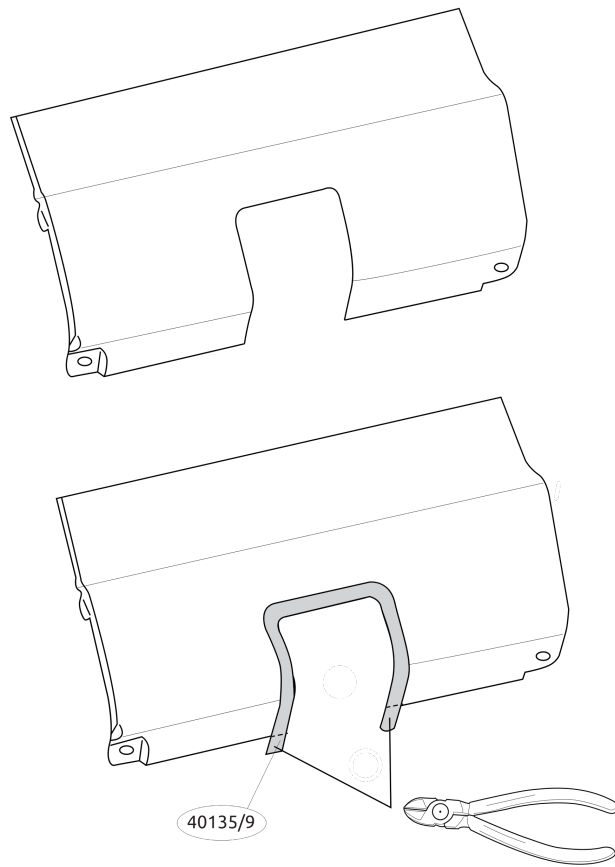

Fig. 4
9. Отогнуть обозначенные части, как указано на рис. 4.